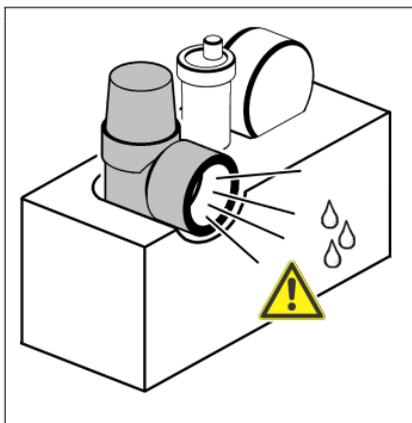

Рис. 3 Группа безопасности KSG magnum без сливной трубы
- ▶ Установка группы безопасности KSG magnum без сливной трубы (рис. 3, стр. 10) является нарушением закона и представляет реальный риск для здоровья.